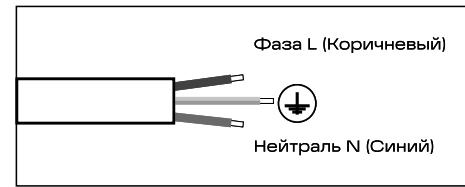

Рис. 5
- 5.13. Отключите питание и подключите кабель, выведенный из светильника согласно схеме на рис. 5.